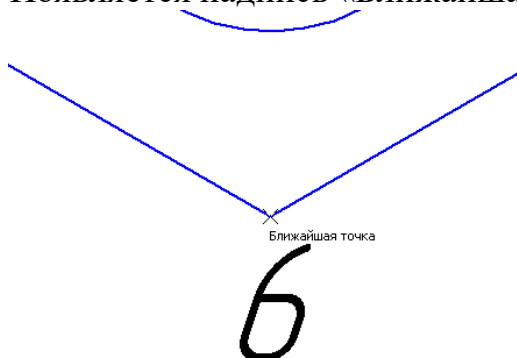

Рис. 8.5
3. На панели **Геометрия** сделайте активной команду **Отрезок**. На панели свойств выберите стиль «Тонкая». Подведите курсор к точке 6, рис. 8.5. Появляется надпись «Ближайшая точка» - это срабатывает глобальная привязка.